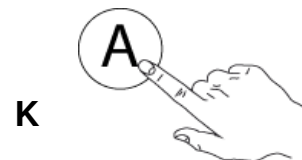

Abb. 18
- 1- Wählen Sie KNOPF "K" -automatisches Waschen. (Abb. 18)